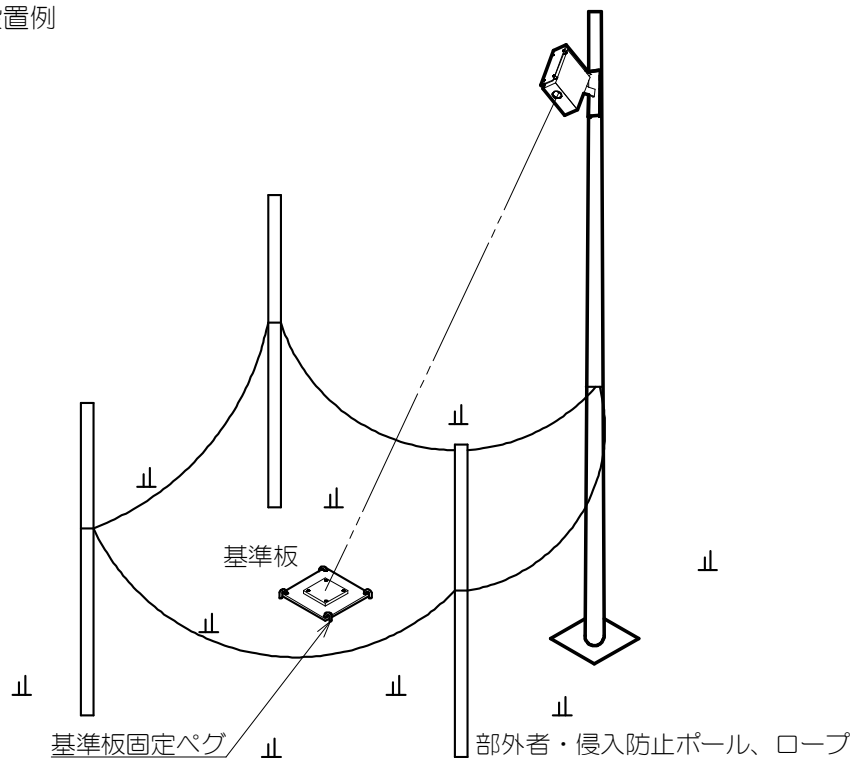

図 3
- ⑥ 端子台……………接地、電源、測定部と接続するための端子台です。
- ⑦ D-sub コネクタ(オス)・RS232C データ出力及び、パソコンから各種設定変更をする時に使用します。ケーブルは、市販のクロス (リバース) ケーブル (D-sub9ピンメスーD-sub9ピンメス2番3番がクロスしているケーブル) をご使用ください。
- ⑧ 取付穴……………本装置を制御盤等に固定するために使用します。寸法詳細は、8 頁図 3 を参照ください。
- ⑨ 製造番号……………製造番号が表記してあります。
- ② 屋外での接続ケーブル引き回しは、必ず保護管（市販品）を使用してください。
- ③ 測定ポイントに人が入って荒らされないように、柵の中に設置するか、図3のように3~4本のポールを立て細いロープを張る（高さ最大積雪深+約1m）等の予防措置をお薦めします。
- ④ レーザー光の反射ターゲットは、必ず付属の基準板を使用してください。
- ⑤ 後述の動作試験時、レーザー光（赤色）が基準板の中央にあることを確認の上、ペグを打込み固定してください。この時、レーザー投・受光部は、絶対に直接覗き込まないでください。